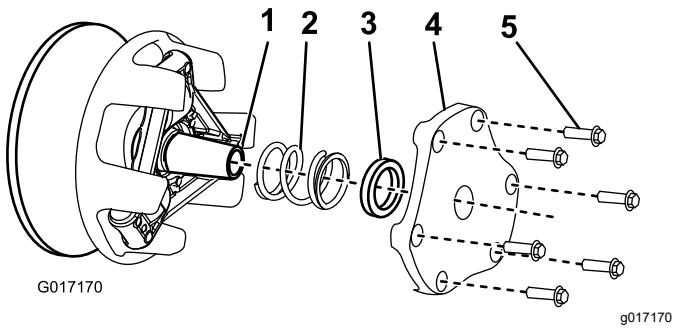

Figura 47
4. Aparte la tapa, el espaciador y el muelle (Figura 47).